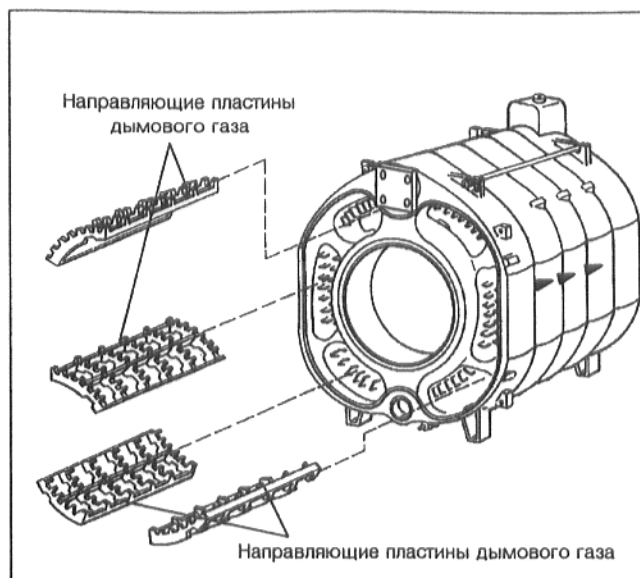

Рис. 21
- Вставить направляющие пластины дымового газа в газоходы дымового газа согласно отлитому обозначению (Рис. 21).